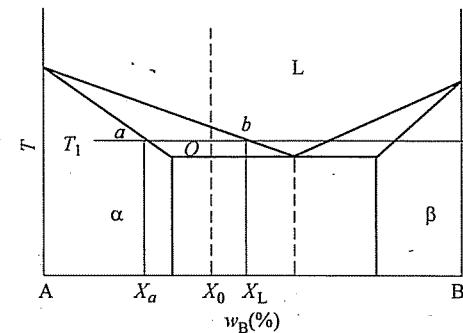

图 5-1 第三题第 3 小题图
- (1) Hall-Petch 公式 (2) 一维形式的菲克第二定律
3. (10 分) 根据图 5-1 所示，推导在 T_1 温度下成分为 X_0 的合金在 $\alpha + L$ 两相区时，表示两相 α 和 L 的相对量（重量）的杠杆定律（图中成分均为重量百分数）。